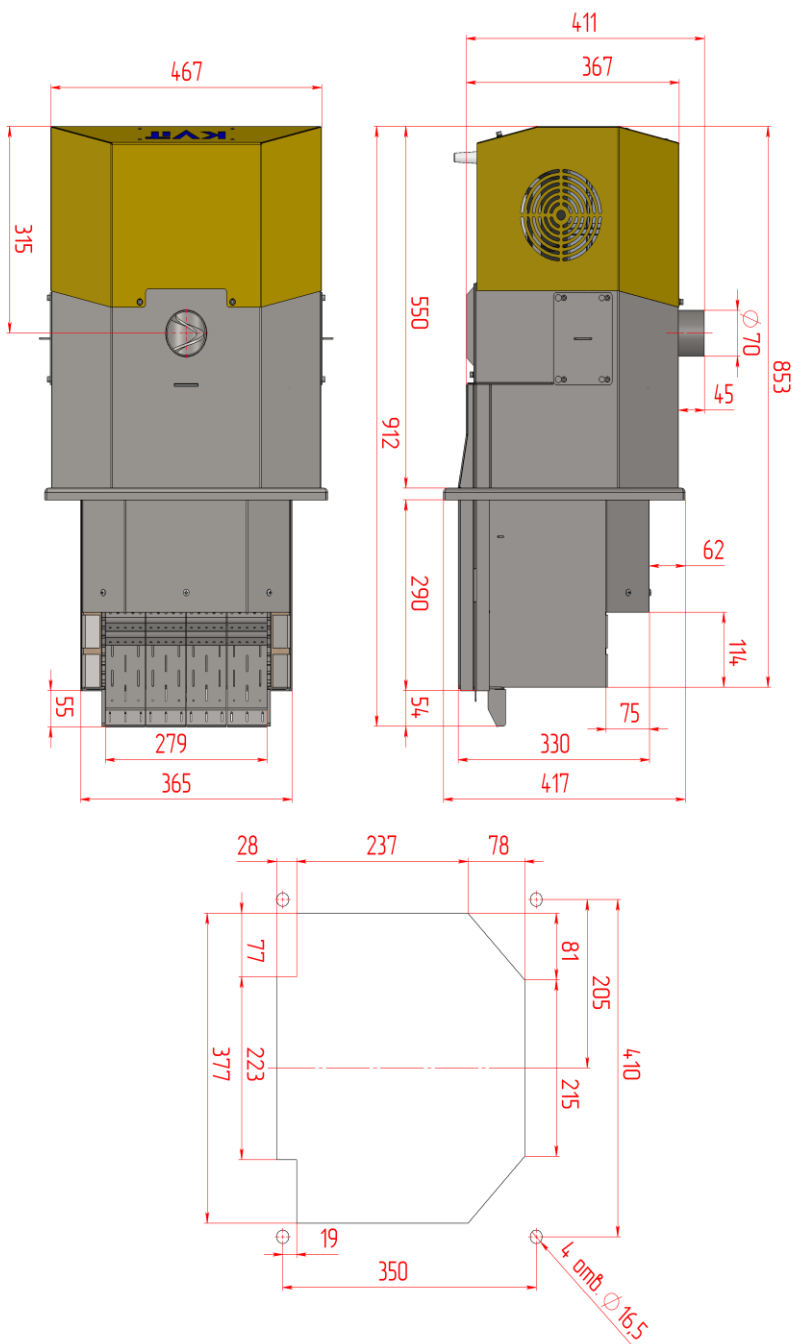

Рис.3 Габаритные и присоединительные размеры пеллетной горелки КVIГ Orbita 200 кВт.
- 2) Согласно схеме на Рис.3 выполнить монтажные отверстия в штатной дверце котла, если в комплекте поставки не предусмотрена дополнительная дверца горелки.